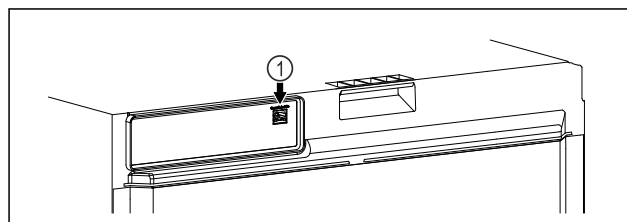

Fig. 101
- ☐ SmartModule Fig. 101 (1) is geplaatst.